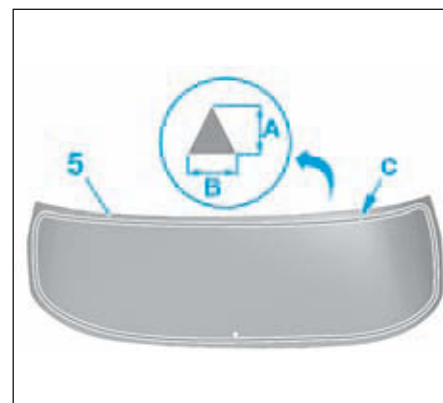
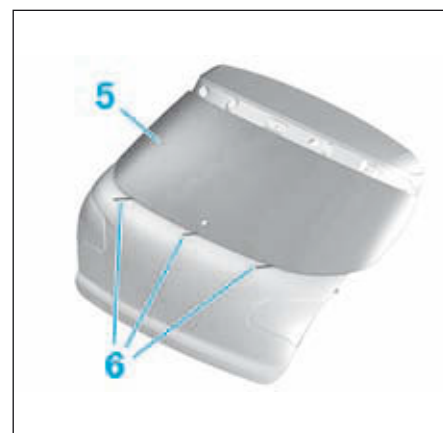

FIG.26
FIG.27
- Tailler la buse en section triangulaire pour obtenir un cordon d'adhésif joint de largeur (B) = 12 mm et de hauteur (A) = 8 mm (Fig.26).
- Appliquer un cordon d'adhésif joint sur le pourtour de la lunette arrière (5) en (c).
- Reposer la lunette arrière (5) à l'aide des ventouses articulées [5] et l'aligner aux rubans adhésifs (4).
- Poser les cales d'épaisseur (6) (Fig.27).